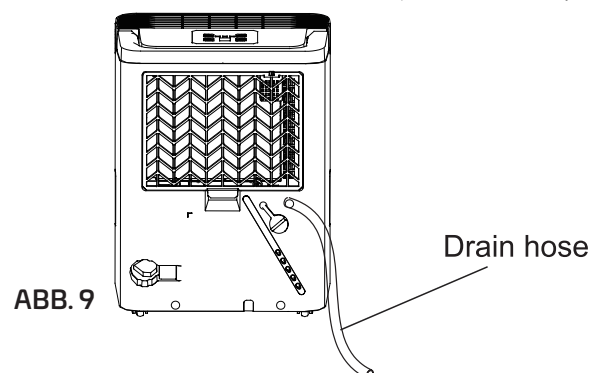

ABB. 9
- Entfernen Sie den Gummistopfen vom Ablaufschlauchausgang an der Rückseite des Geräts. Schließen Sie einen Ablaufschlauch (ID=13,5 mm) an und führen Sie ihn zum Bodenablauf oder zu einer geeigneten Abflussmöglichkeit (siehe Abb. 9).